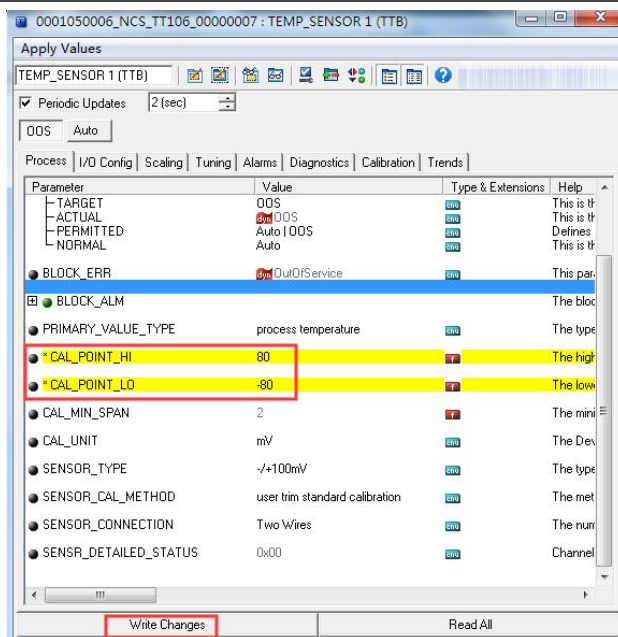

图 3.9 两点线性化校准配置图
(2) 通过标准 mV 信号源输出校准下限 mV 信号到采集通道，待稳定后将标准 mV 信号源的输出值写入 CAL\_POINT\_LO 参数中，点击“Write Changes”按钮。同理，通过标准 mV 信号源输出校准上限 mV 信号到采集通道，待稳定后将标准 mV 信号源的输出值写入 CAL\_POINT\_HI 参数中，点击“Write Changes”按钮。没有提示写入错误就表示校准成功。如下图 3.9 所示，校准 mV 信号的下限值为 -80mV，校准 mV 信号的上限值为 80mV。注意，写入的校准数据和实际输入的通道数据不能有很大的偏差，否则会校准失败。